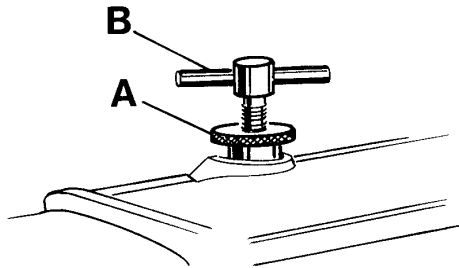

Fig. 21
Rotate handwheel until the lower feed dog is below the throat plate. Loosen knurled nut (A, Fig. 21) and turn out T-screw (B) until it does not exert any pressure on the leaf springs. In this position, the pressure exerted on the presser foot should be so strong that the presser foot bottom rest squarely on the throat plate.
Drehen Sie am Handrad bis der untere Transporteur unter der Stichplatte steht. Lösen Sie die Rändelmutter (A, Fig. 21) und drehen Sie die Knebelschraube (B) soweit heraus, daß sie nicht mehr auf die Blattfedern drückt. In dieser Stellung soll der Druck auf den Drückfuß so stark sein, daß die Drückfußsohle flach auf der Stichplatte aufliegt.
Now turn in T-screw (B, Fig. 21) until the necessary presser foot pressure for proper feeding is exerted (determine by sewing tests). Secure this setting with the knurled nut (A) which simultaneously fastens the upper arm cover. Remount the face cover and the finger guard.
Nun drehen Sie die Knebelschraube (B, Fig. 21) soweit ein, daß der zum einwandfreien Transport notwendige Druckerfußdruck erzeugt wird (durch Nähversuche ermitteln). Sichern Sie diese Einstellung mit der Rändelmutter (A), mit der gleichzeitig der obere Armdeckel befestigt wird. Montieren Sie den Stirndeckel und den Fingerschutz wieder.